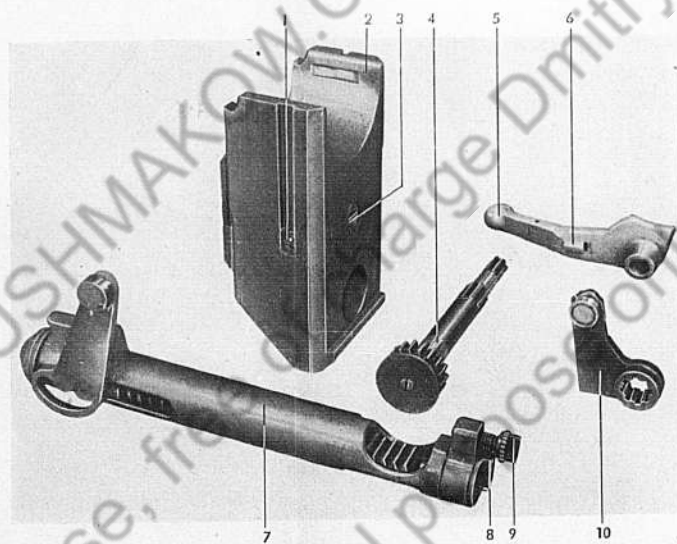

Bild 8
- Bild 8 Verschußkeil und Bewegungseinrichtung ausgebaut, von hinten links